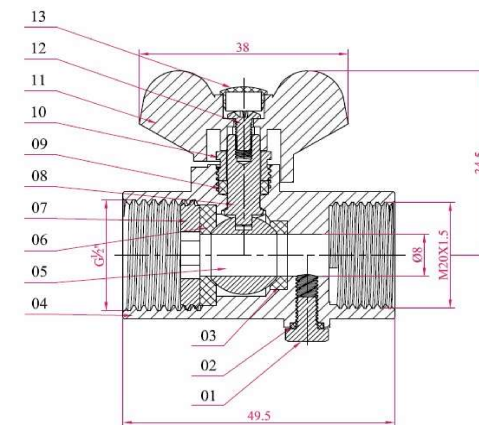

Рис.1
Запорным органом крана (Рис. 1) является шар (5), расположенный в корпусе (4) между фторопластовыми прокладками (3) и (6), Шар поворачивается в положение открыто/закрыто с помощью рукоятки-бабочки (11). В положении «открыто» среда из системы подается к манометру, а в положении «закрыто» доступ среды из системы к манометру прекращается. Сброс давления производится ослаблением болта (1) (Рис.1) при положении шара «закрыто».